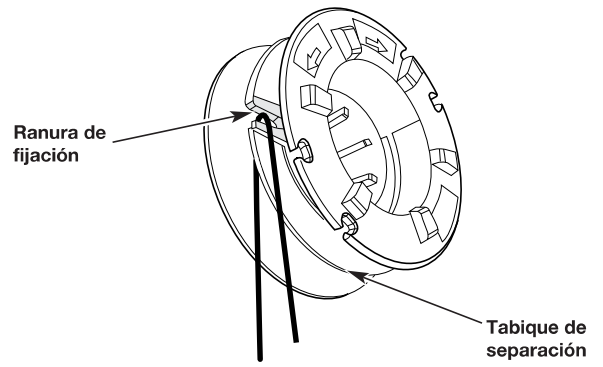

Fig. 16
4. Doble la cuerda por la mitad y pase el doblez por la ranura de sujeción del carrete (Fig. 16).